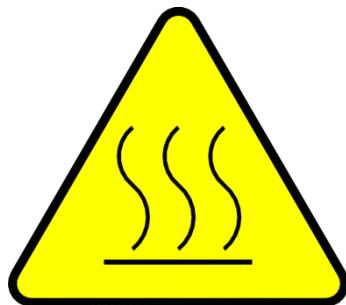

图 1-8 过热警示标识
- 由于变频器在使用过程中会通过散热器向外部释放工作过程中产生的热量，请用户务必在变频器冷却状态下进行安装、拆卸。特在此增加标识，以作警示。见右图 1-8。